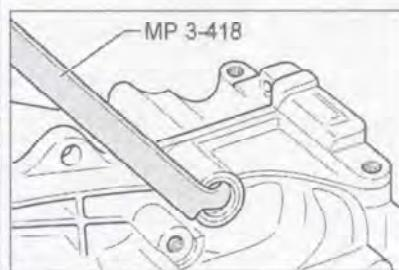

Рис. 7.250. Снятие сальника вала переключения передач.
5. Рычажным движением специального приспособления извлеките сальник (рис. 7.250).